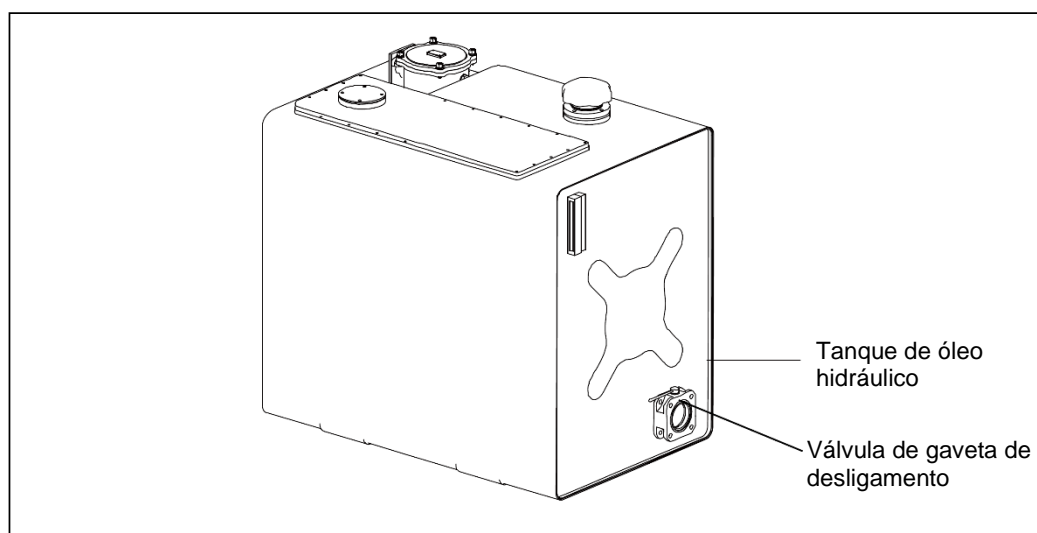

Figura 4-30 Válvula de gaveta de desligamento
- b) Verificação do nível de óleo no tanque de óleo hidráulico O nível de óleo no tanque de óleo hidráulico deve estar entre as marcas MÍN. e MÁX. Abra a válvula corredeira de desligamento, para conectar o tanque de óleo hidráulico com a linha de óleo. Consulte a figura 4-30. **Figura 4-30 Válvula de gaveta de desligamento**